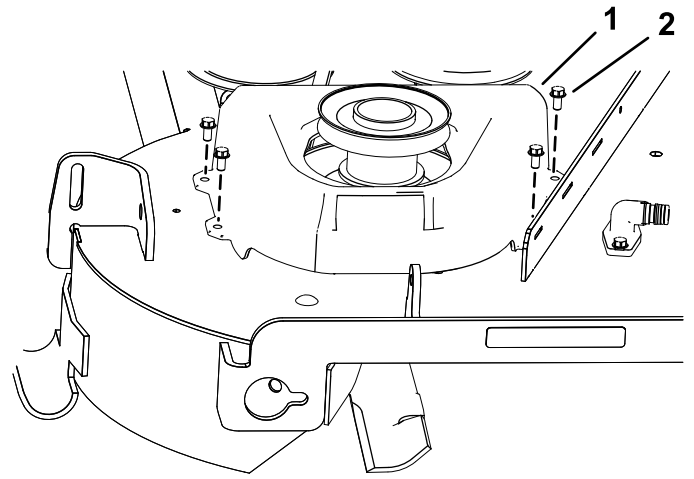

Figura 12
4. Montați noul capac de curea la ansamblul fuliei cu ajutorul celor 4 uruburi cu îndepărtate anterior ($\frac{1}{4} \times \frac{1}{2}$ "), în modul prezentat în Figura 12.